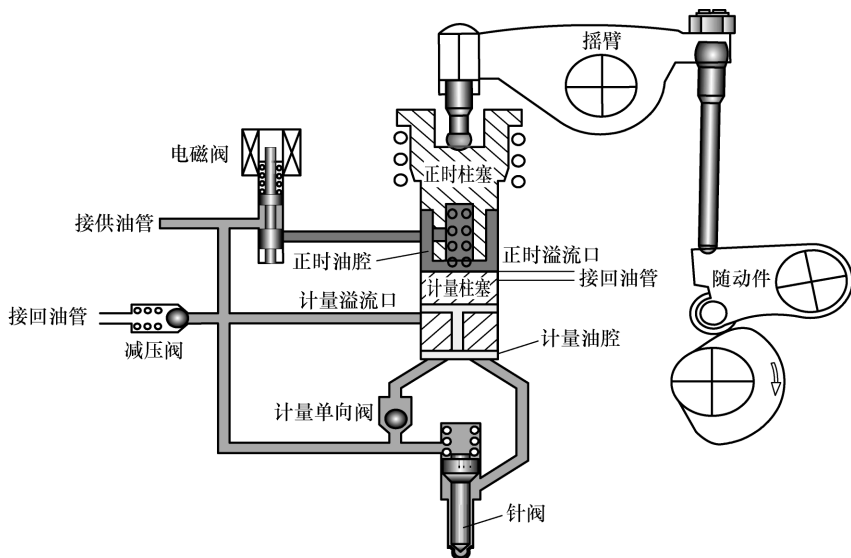

图 10-8 计量油腔二次进油
④ 大约在喷油前 150° 曲轴转角，ECM 控制电磁阀关闭。此时正时油腔成为密闭空间，计量柱塞与正时柱塞间距离不再变化，计量柱塞和正时柱塞同步上行。计量柱塞上行的同时，来自供油管路的燃油再次经过计量单向阀进入计量油腔（图 10-8）、补充柱塞上行所让开的空间。